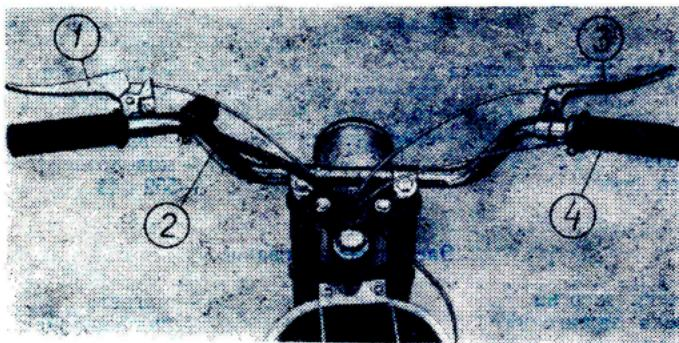

Рис. 2.
Органы управления (рис. 2) служат для управления работой механизмов мопеда. К ним относятся руль (2), рычаг управления сцеплением (1), рычаг управления тормозом переднего колеса (3), рукоятка управления дросселем карбюратора (4) и педали.